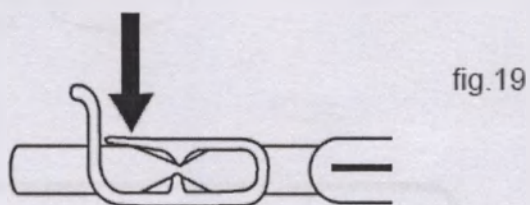

fig. 19
7. Как только почувствуете, что в легких почти не осталось воздуха, и почти достигнуто окончание свободного выдоха, пережмите выходную трубку мешка с помощью зажима (Рис. 19).